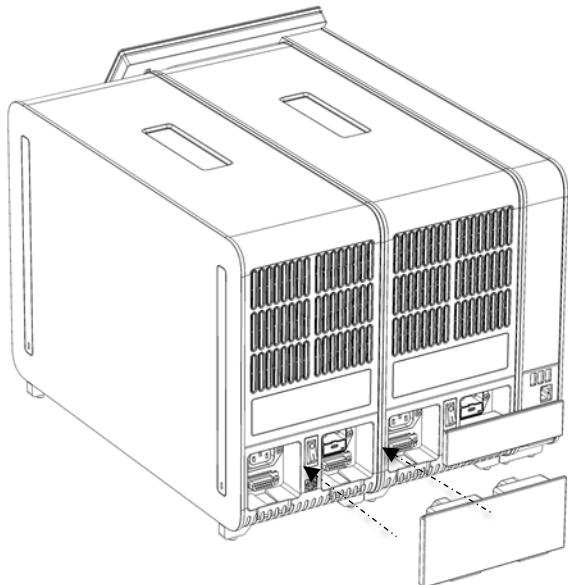

Figura 18. Conectarea punții modulului analitic/analitic.
6. Conectați puntea modulului analitic/analitic din spatele QIAstat-Dx Analyzer 2.0 pentru interconectarea celor două module analitice (Figura 18).